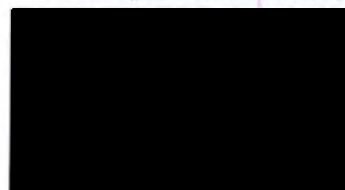
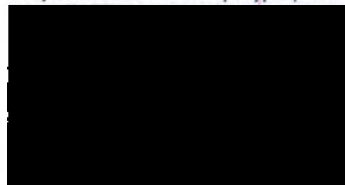

Рисунок 33. Меню конфигурации системы
Рисунок 34.
1. В окне **SYSTEM CONFIGURATION MENU** (МЕНЮ КОНФИГУРАЦИИ СИСТЕМЫ) (Рисунок 33) используйте стрелки «Вверх» и «Вниз» на консоли эндовидеокамеры или правую и левую кнопки головки камеры, чтобы перейти к значку **Advanced Settings** (Расширенные настройки). Нажмите **Select** (Выбрать), чтобы открыть окно **ADVANCED SETTINGS** (РАСШИРЕННЫЕ НАСТРОЙКИ) (Рисунок 34). Чтобы выйти из окна **ADVANCED SETTINGS** (РАСШИРЕННЫЕ НАСТРОЙКИ), перейдите к **SAVE AND EXIT** (СОХРАНИТЬ И ВЫЙТИ), затем нажмите **Select** (Выбрать).